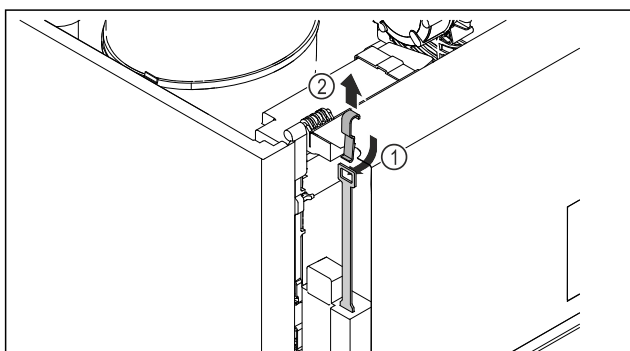

Fig. 244
- ▶ Insérer la clé de déverrouillage d'urgence depuis le haut Fig. 244 (1), l'accrocher au verrou et la tirer vers le haut Fig. 244 (2).